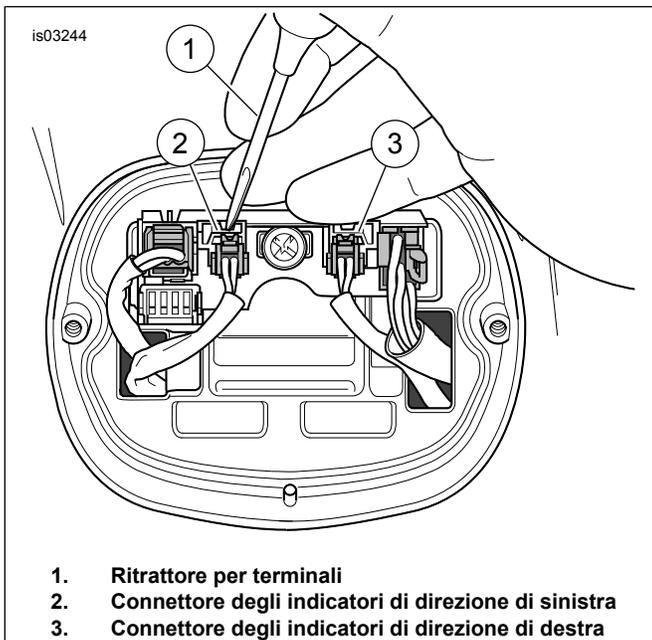

Figura 3. Rimozione dei connettori degli indicatori di direzione
4. Vedere Figura 3. Usando un ritrattore per terminali (1), spingere le linguette di blocco e scollegare i connettori degli indicatori di direzione (a 2 vie) (2, 3) dal circuito stampato.